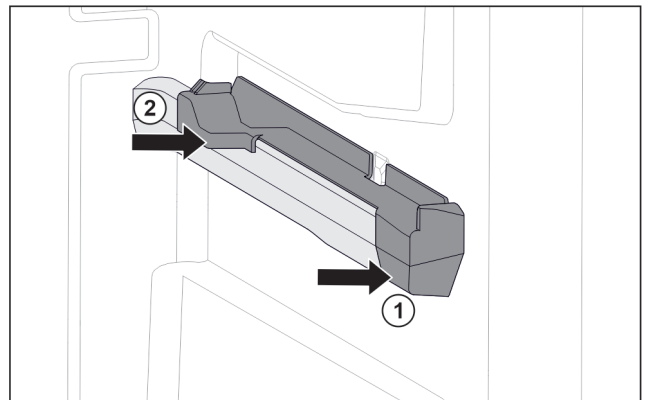

Fig. 59 Násuvný diel na pravom rebro nádoby
- ▶ Nasad'ite násuvný diel vpredu na rebro nádoby. Fig. 59 (1)
- ▶ Prtlačte násuvný diel vzadu. Fig. 59 (2)